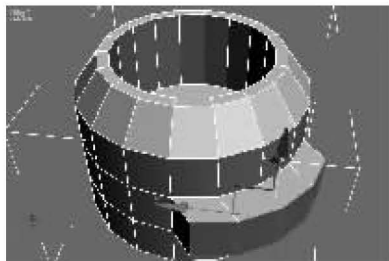

图 7-44 挤出类型为“组”
- * 组:沿着多边形组平均法线的方向挤出。如果挤出多个组,每个组都会沿着平均法线方向移动,如图 7-44 所示。